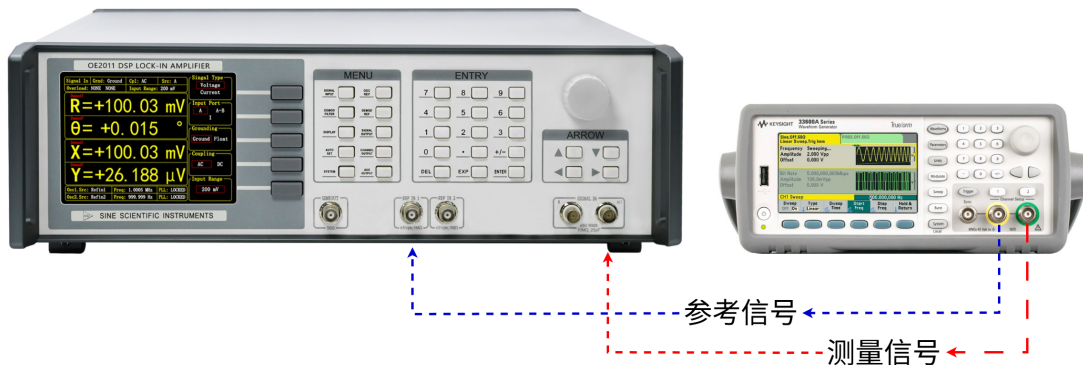

图 100. 信号线连接图
2. 用一条带 BNC 接头的信号线连接函数信号发生器的输出接口和 OE2011 前面板 SIGNAL IN 的 IN+ 接口，用另一条带 BNC 接头的信号线连接函数信号发生器的参考信号接口和前面板的 REF IN 1 接口，如图100所示：